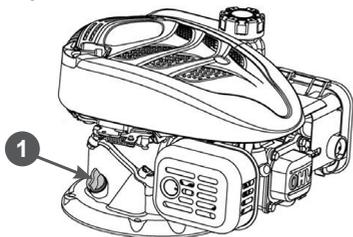

Рис. 19. Крышка-щуп маслозаливной горловины
- (1) Техническое обслуживание должно осуществляться более часто, при работе в пыльных условиях.
- (2) Данный вид работ необходимо выполнять в авторизованном сервисном центре.
- Осторожно откройте крышку-щуп 1 (Рис. 19) маслозаливной горловины, протрите его насухо и отложите в сторону.